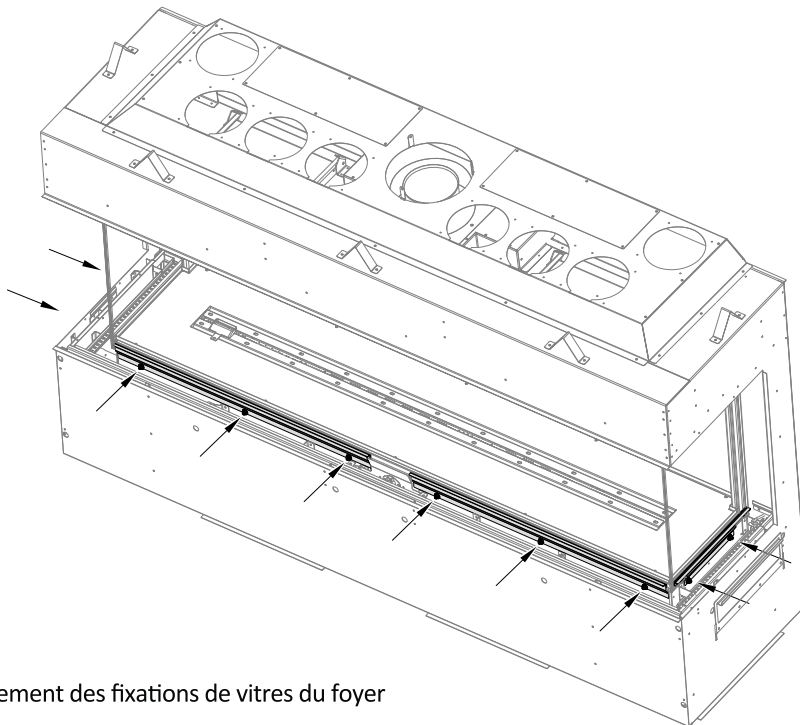

Figure 4.7 - Emplacement des fixations de vitres du foyer
3. Retirez les écrous 7/16 po qui retiennent la fixation supérieure de la vitre et retirez cette fixation pour la vitre de façade, tel que montré à la Figure 4.7. Conservez cette fixation pour réinstaller la vitre.
4. Desserrez les écrous 7/16 po qui retiennent les fixations inférieures de la vitre, tel que montré à la Figure 4.7. Il n'est pas nécessaire de retirer ces fixations.
4. Fixez la dernière fixation de vitre latérale avec les écrous 7/16 po. Serrez tous les écrous 7/16 po qui tiennent en place les fixations supérieures et inférieures (voir Figure 4.7).